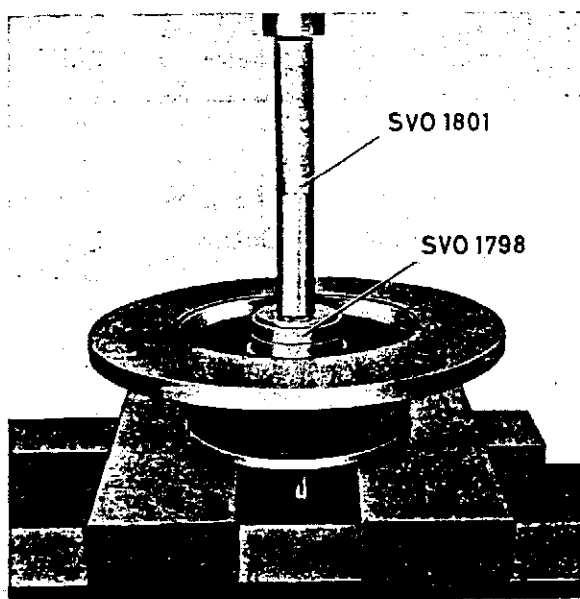

Abb. 25 Einbau des Nabendichtringes
3. Inneres Radlager in die Nabe einsetzen. Dichtring mit Dorn 1798 und Standardschaft 1801 gemäß Abb. 25 einpressen. Filzdichtung reichlich mit beispielsweise dünnem Motorenöl tränken.